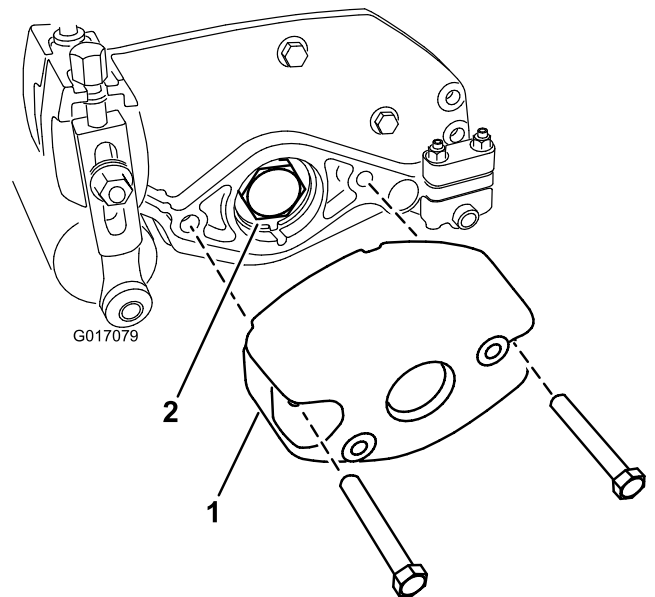

Figura 2
5. Remova os 2 parafusos e porcas que fixam o contrapeso à extremidade esquerda da unidade de corte. Retire o contrapeso (Figura 2).
6. Desmonte a porca do rolamento do eixo do rolo (Figura 2).